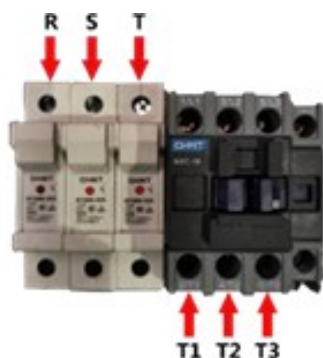

Рисунок 3
- Провода должны быть подключены, как показано на схеме рис. 3: